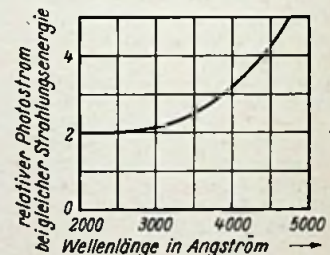

Bild 2. Spektrale Empfindlichkeit des Vidicons
violetten (UV), wie Bild 2 zeigt. Sie führte zur Entwicklung des UV-Bildwandler-Mikroskops von Zworykin³⁾, das im folgenden beschrieben werden soll.